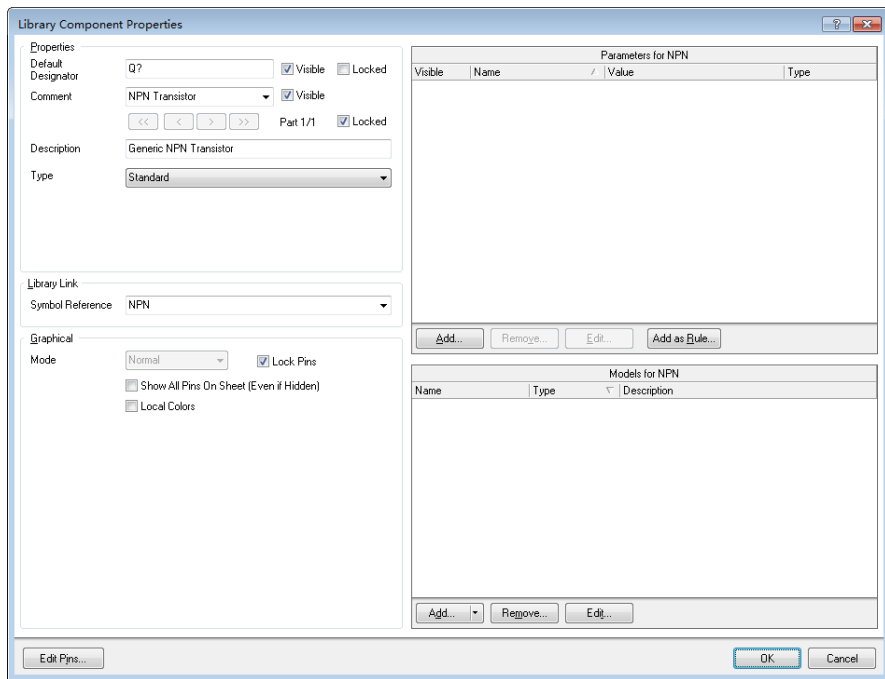

图 18-19 Library Component Properties 对话框
(8) 修改元件属性对话框。绘制好元件外形并且放置好电气引脚后, 在 SCH Library 面板中双击元件名称 NPN1 打开元件属性对话框, 设置元件的默认属性。此处只设置三个属性, 在 Default Designator 栏位输入“Q?”, 在 Comment 栏位输入“NPN Transistor”, 在 Description 栏位输入“Generic NPN Transistor”, 如图 18-19 所示。读者也可根据需要设置更多的属性。